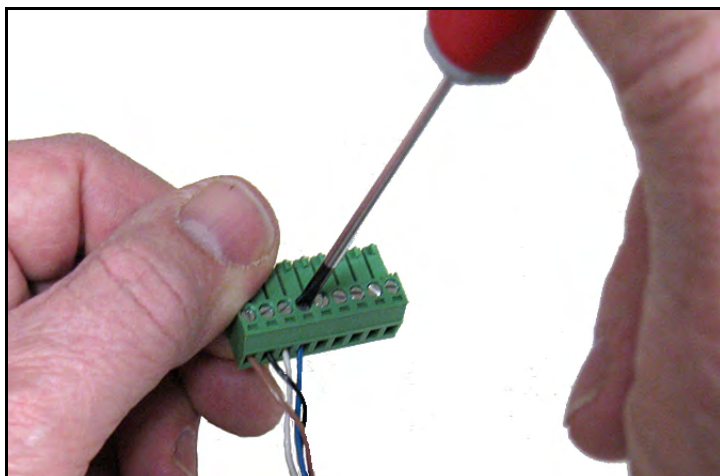

Figura 28: Ligar o cabo no conector
- 3. Consulte Tabela 1 abaixo e Figura 28 na página 25 para conectar a ponta do cabo de sonda com quatro fios aos pinos 10, 11, 12 e 13 no bloco terminal inferior.